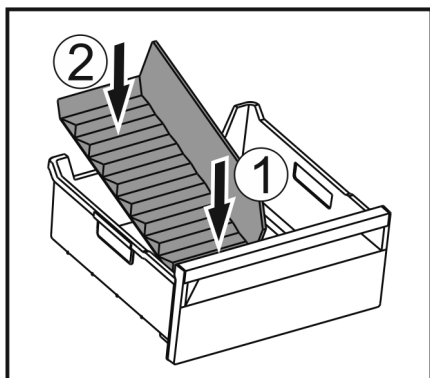

Fig. 250
- ▶ Włożyć przednią część separatora do szuflady na lód. Fig. 250 (1)
- ▶ Tylną część separatora do szuflady na lód opuścić na dno szuflady. Fig. 250 (2)